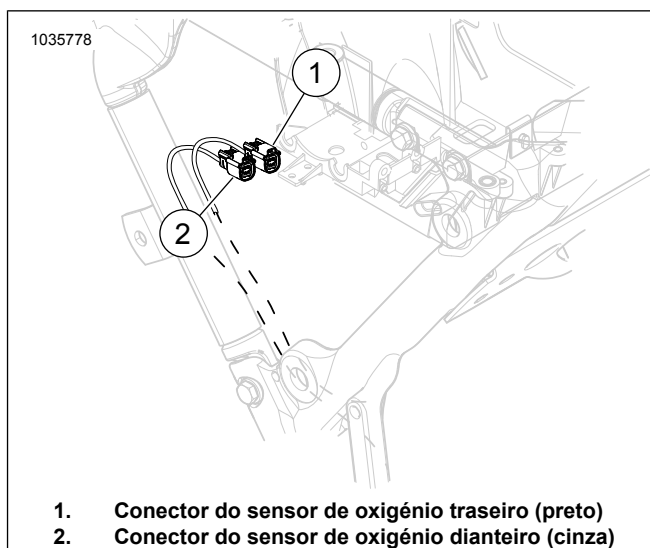

Figura 1. Localização do sensor de oxigênio dianteiro e traseiro
6. Ver Figura 1 . Desligar os conectores do sensor de oxigênio dianteiro e traseiro (1, 2).